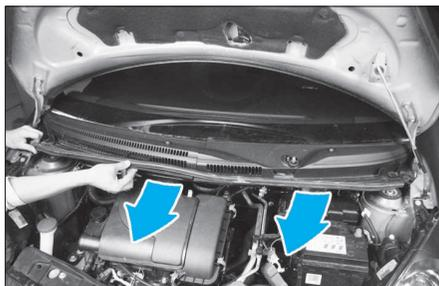

FIG. 26
- Extraire la grille d'auvent en tirant vers l'avant (Fig.26).